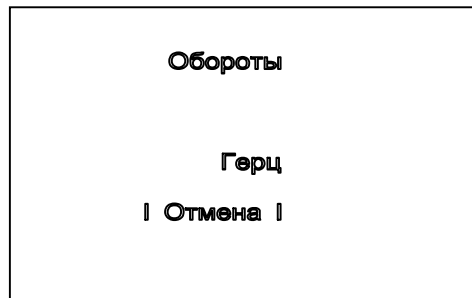
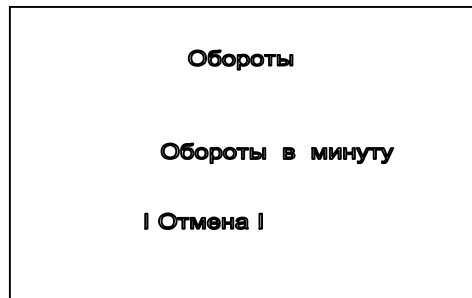

Рис.17
Рис. 18
4.4.5.3. Для измерения частоты вращения нажать клавишу "Меню" и с помощью клавиш ▲▼ выбрать пункт меню "Скорость вращения". Нажать клавишу "—" (правая). На дисплее появится сообщение "Обороты" в установленных ранее единицах измерения. Клавишами ▲▼ установить необходимые пользователю единицы измерения: "Герц" или "Обороты в минуту" (рис.17, рис.18) и начнется измерение частоты вращения роторного механизма в установленных единицах измерения.
4.4.6.1. При подключении наушников для прослушивания акустического сигнала вибрации регулирование громкости производится клавишами "+" и "-" (рис.17).